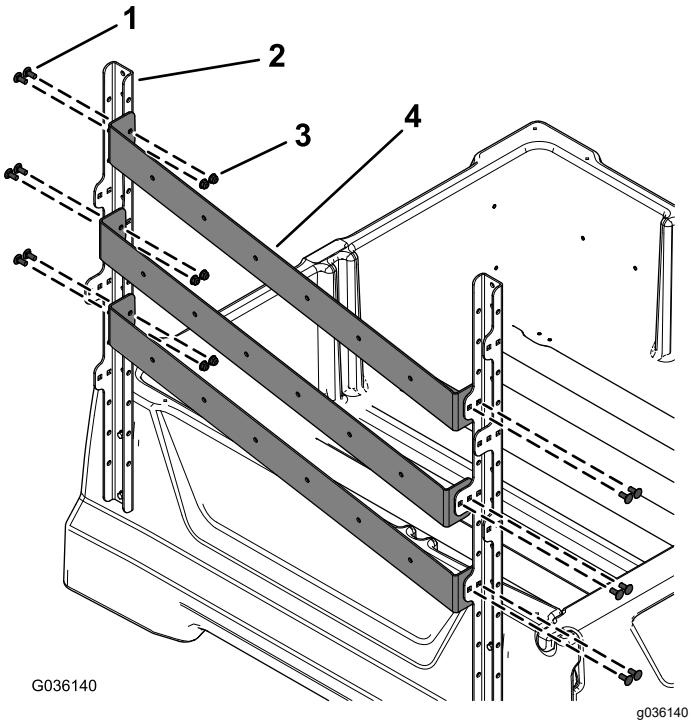

Bild 3
2. Befestigen Sie die drei Schaufelhalterungen mit 12 Schlossschrauben (5/16" x $\frac{3}{4}$ ") und 12 Bundmuttern (5/16") an der Seite der aufrechten Rahmenhalterung, wie in Bild 3 abgebildet.